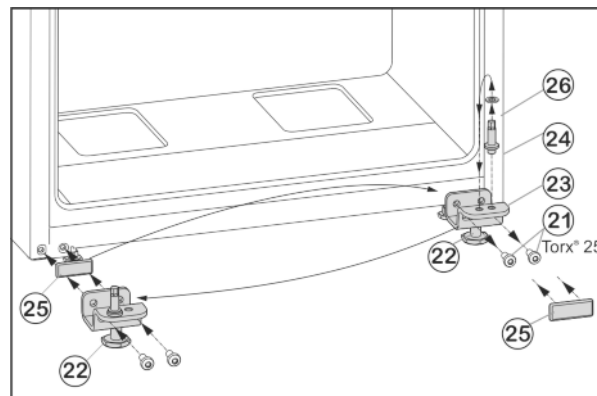

Fig. 7
- ▶ Odvijte pričvrstne vijke Fig. 7 (21).
- ▶ Skinite cijeli podložak ležaja dolje Fig. 7 (23) zajedno sa svornjakom ležaja Fig. 7 (24), pločicom Fig. 7 (26) i podesivom nožicom Fig. 7 (22).
- ▶ Potpuno odvijte svornjak ležaja Fig. 7 (24) zajedno s pločicom Fig. 7 (26), premjestite ga u suprotnu prihvatnu rupu podloška ležaja i ponovo zavijte.
- ▶ Pažljivo skinite poklopac Fig. 7 (25) i premjestite ga na drugu stranu.
- ▶ Cijeli podložak ležaja dolje Fig. 7 (23) zajedno sa svornjakom ležaja Fig. 7 (24), pločicom Fig. 7 (26) i podesivom nožicom Fig. 7 (22) ponovno pričvrstite na novoj strani šarke, po potrebi uz pomoć odvijača na baterije (s 4 Nm).
- ▶ Stavite donja vrata odozgo na svornjak ležišta Fig. 7 (24).
- ▶ Odvijte podesivu nožicu *Fig. 7 (22)* napodlošku ležaja dolje *Fig. 7 (23)* tako da se podupre o pod.